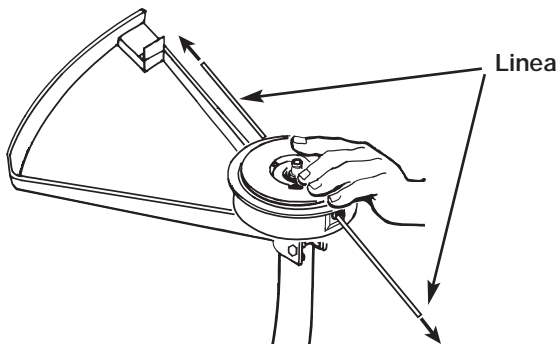

Fig. 18
9. Una vez que el carrete esté en su lugar, aplicar presión sobre el carrete comprimiendo el resorte. Jalar cada extremo de la línea con fuerza para sacarlos de los orificios (Fig. 18).